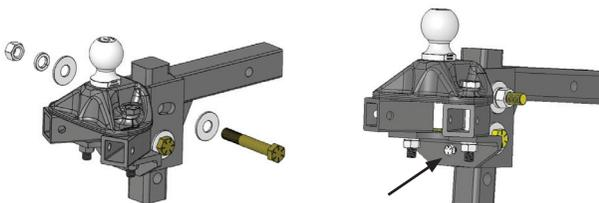

Figura 4
4. Utilice pernos de $\frac{5}{8}$ ", arandelas planas, arandelas de seguridad y tuercas para asegurar el cabezal al vástago a la altura correcta. Apriete las tuercas a mano. (Figura 4)